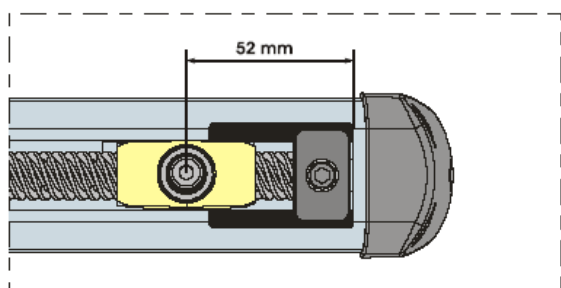
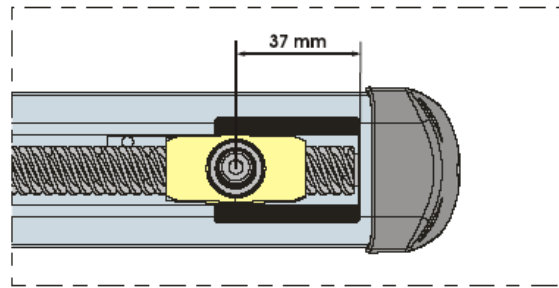

Рис. 9
Рис. 10
3) Разблокируйте привод (см. раздел 5). Расположите шток переднего узла крепления на расстоянии 52мм как показано на рис. 9 (если на приводе установлен механический упор используемый при закрывании) либо на расстоянии 37мм как показано на рис. 10 (если на приводе не установлен механический упор используемый при закрывании). В противном случае привод заблокировать и кратковременно подать на электродвигатель привода напряжение, чтобы переместить шток переднего узла крепления в нужную позицию.